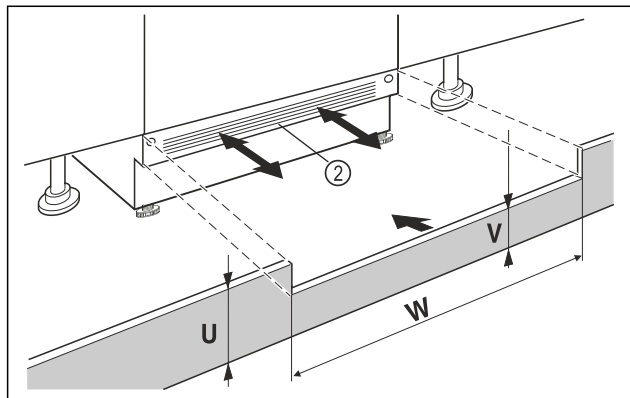

Fig. 98 Voorbeeldweergave
- ▶ Plaats de afdekking van de onderkant van het apparaat Fig. 98 (2) maar zet hem nog niet vast.
- ▶ Als de sokkelafdekking Fig. 98 (2) zichtbaar is, trek het dan naar voren totdat de voorkant van het ventilatierooster en de sokkelafdekking van het meubel gelijk zijn.
- ▶ Bij een verborgen sokkelafdekking Fig. 98 (2), deze gehele naar achteren schuiven.
- ▶ Controleer of de ventilatiesleuven volledig vrij zijn: Snijd indien nodig de hoogte van de sokkelafdekking Fig. 98 (U) op maat!
- ▶ Pas de hoogte van de balk onder de sokkelafdekking van het apparaat Fig. 98 (W) aan de breedte Fig. 98 (V) van de nis Fig. 98 (2) aan.